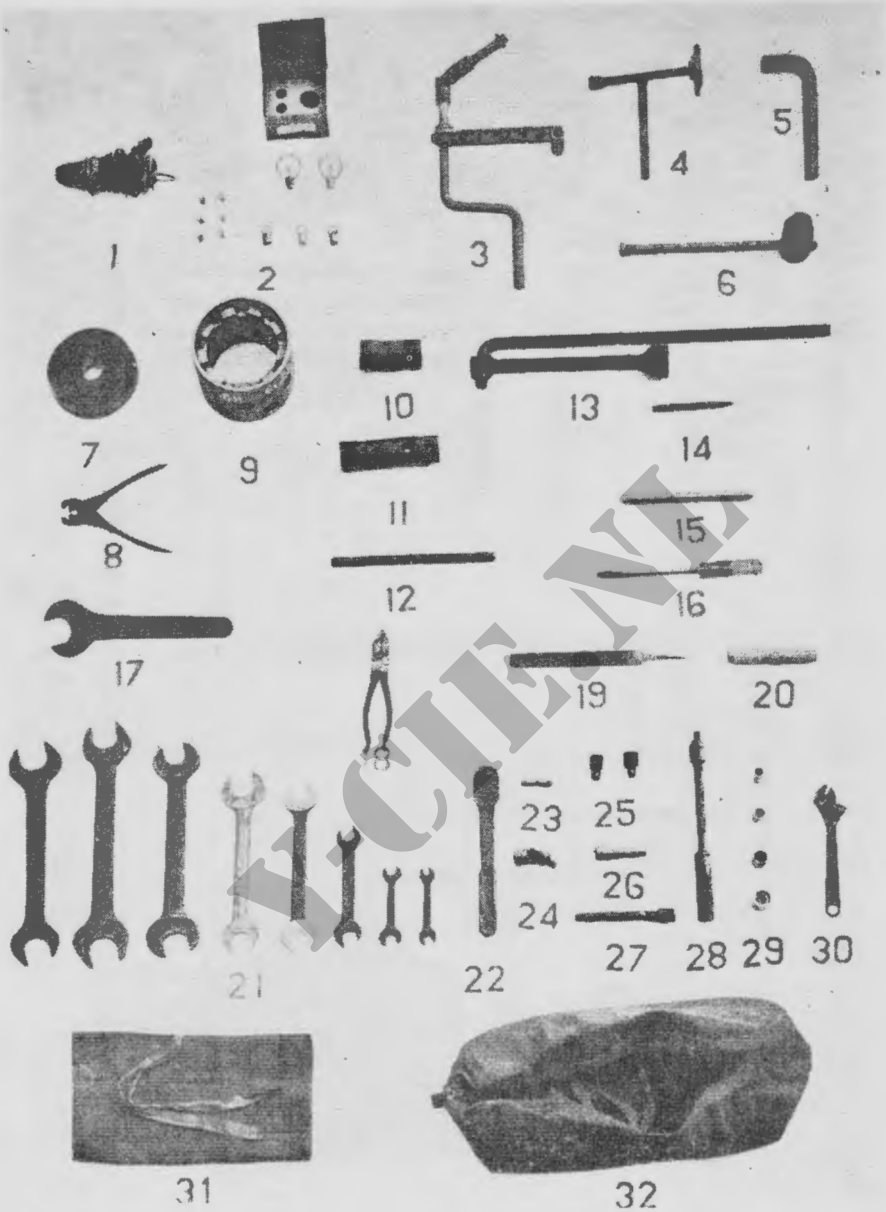

Fig. 79. Voertuigonderhoudsgereedschappen, uitrusting en reservedelen
**491. Voertuigonderhoudsgereedschappen en reservedelen (1. ech) (fig 79)**